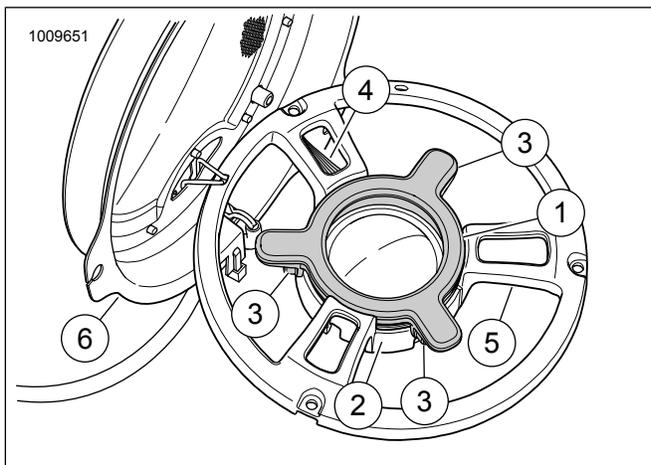

Figura 4. Griglia dell'altoparlante, ponticello del tweeter e luce LED
7. Vedere la figura 4. Montare il ponticello del tweeter (5) sulla griglia dell'altoparlante (6). Utilizzare la bulloneria precedentemente rimossa.